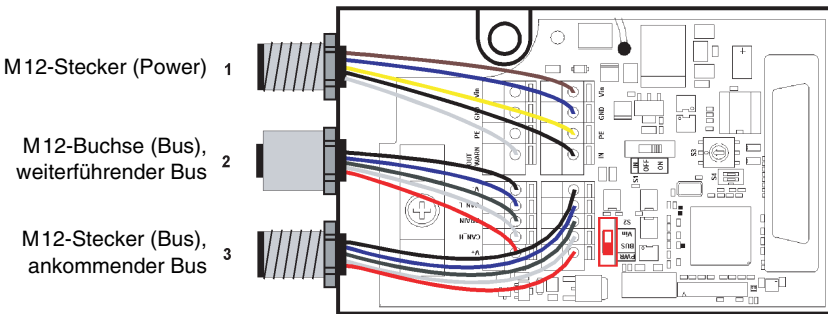

Bild 9.5: Montage und Anschluss der optionalen M12-Steckverbinder
5. Litzen gemäß Bild 9.5 und Tabelle 9.2 anschließen.